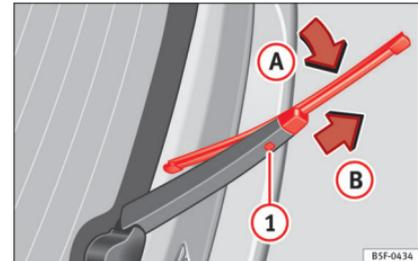

Abb. 79 Scheibenwischerblatt der Heckscheibe austauschen.
- Wischerblatt leicht drehen »» **Abb. 79** (Pfeil **A**).